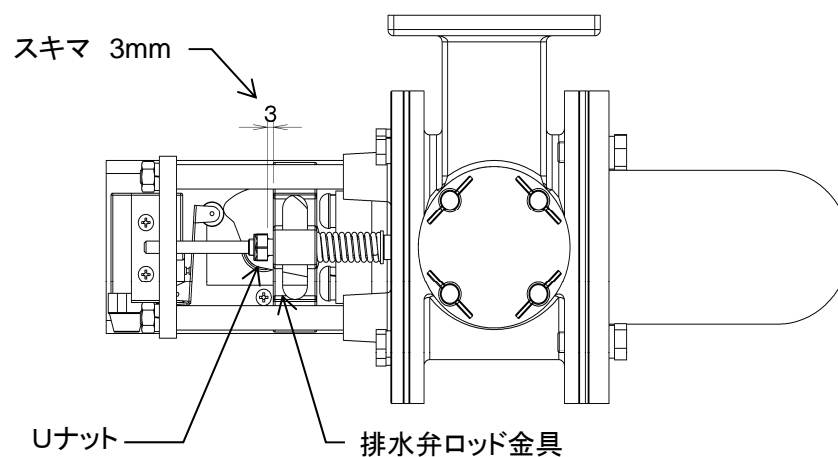

図8-17
- ・ 排水弁の押し代調整をおこないます。(図8-17)
- ・ ⑱排水弁ロッド金具と⑳Uナットとのスキマが3mm になるようにナットを調整します。